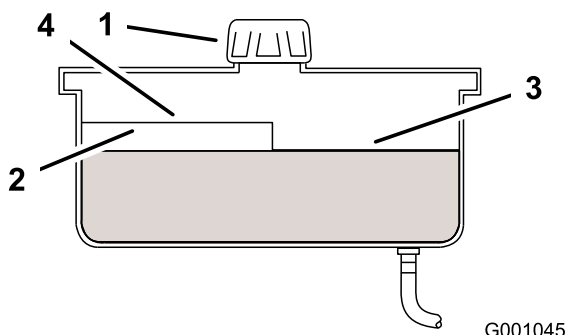

Figure 56
2. Nettoyez la surface autour du goulot de remplissage du réservoir hydraulique (Figure 56).
3. Enlevez le bouchon du goulot de remplissage et vérifiez si le réservoir contient du liquide (Figure 56).
- Remarque:** Lorsque l'huile est chaude, le niveau de liquide doit atteindre le haut du repère "à chaud" sur le déflecteur (Figure 56).